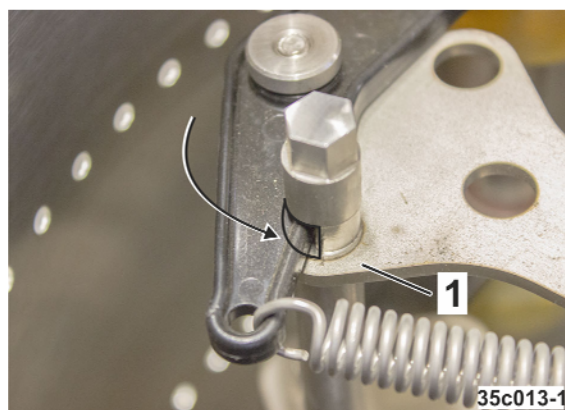

Рис. 334
4. Приводной рычаг должен полностью фиксироваться в пазу (Рис. 334/1).